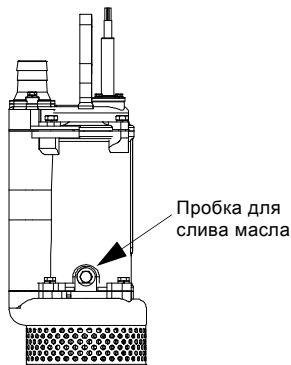

Рис. 12 Расположение масляной пробки
1. Открутите пробку для слива масла. См. рис. 12.